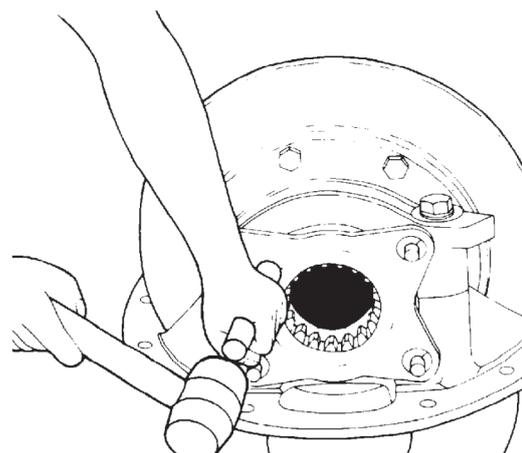

Figura 11
**NÃO BATA DIRETAMENTE NA PLACA, NEM INTRODUZA CUNHAS OU TALHADEIRAS ENTRE A PLACA E A CAIXA DO DIFERENCIAL, PARA EVITAR DANOS IRREPARÁVEIS NESTAS PEÇAS. (FIGURA 11).**